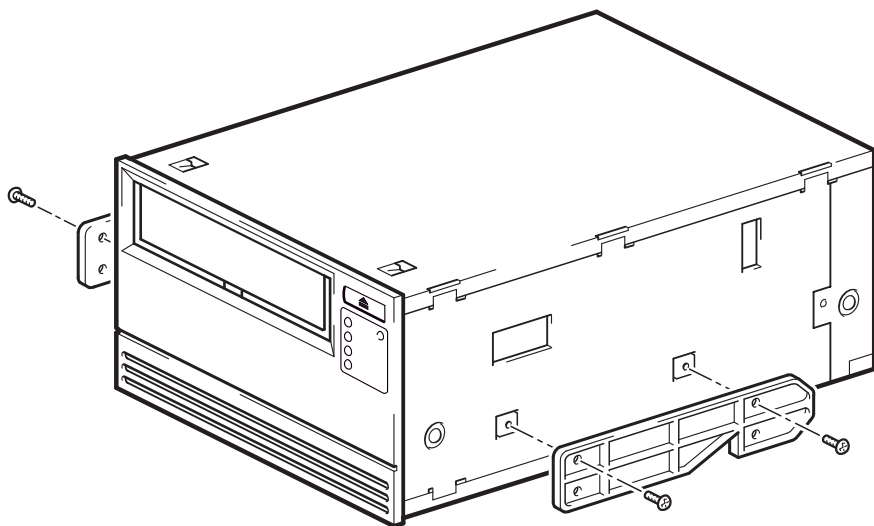

Figura 5a: fissaggio delle viti di montaggio in un tipico server HP ProLiant 530 o 570
- 1 Utilizzare un normale cacciavite Phillips per fissare le guide idonee. Utilizzare le viti M3 fornite con l'unità a nastro, come indicato nella Figura 5a.